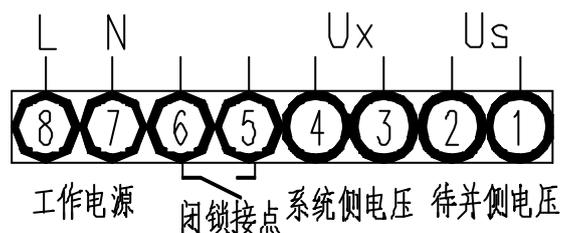

图4-96
4.10.5 装置外观及端子定义；见下图（图 4-96、4-97）所示。